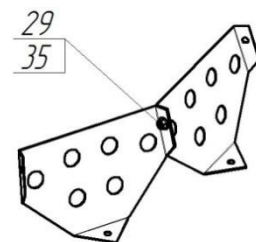

Рис. 16
3.10. Преодолевая усилие пружины (16), оттянуть фиксатор (8) вниз и повернуть ёмкость на удобный угол. Прикрепить лопасти (17) к емкости нижней (2) и емкости верхней (12), с помощью болтов (21), шайб (14) и гаек (29), при этом, шайбы установить с наружной стороны ёмкостей.
Возможна комплектация бетоносмесителя сборными лопастями (рис. 16). В этом случае необходимо две полу-лопасти скрепить между собой болтом (35) и гайкой (29). После установить в бетоносмеситель с помощью болтов (21), шайб (14) и гаек (29).